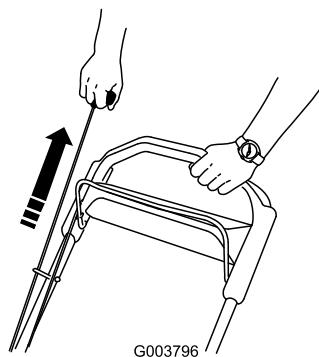

Figure 21
- Tirez la poignée du lanceur à la position de marche (Figure 21).